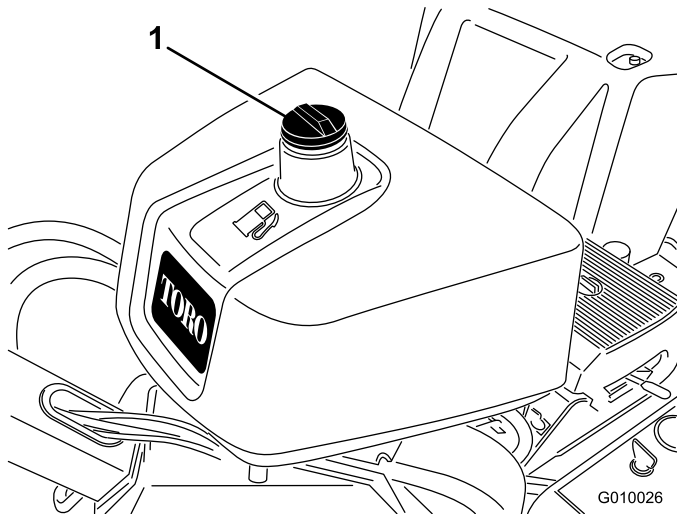

Bild 16
2. Reinigen Sie den Bereich um den Tankdeckel herum und nehmen Sie den Deckel ab (Bild 16).